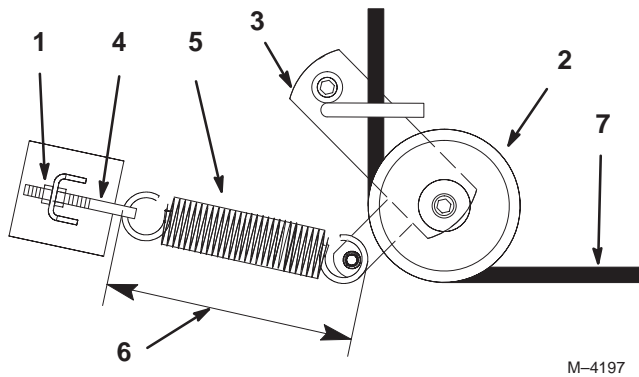

Figure 57
3. Desserrez l'écrou extérieur sur le boulon à œil du ressort (Fig. 57).
5. Déposez la poulie de tension rappelée par ressort (Fig. 57).
6. Faites passer la courroie neuve dans le bras de tension (Fig. 57).
8. Serrez l'écrou extérieur sur le boulon à œil du ressort (Fig. 57).
Remarque : Vérifiez la longueur du ressort. Il doit mesurer 238 mm ± 3 mm une fois en place. Procédez à un réglage si la longueur n'est pas correcte (Fig. 57).